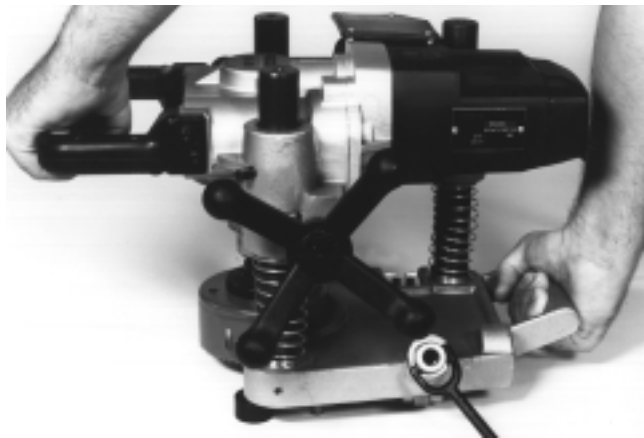

Figura 4 – Transporte de la HC-450
7. Levante la HC-450 empleando las manijas de transporte delantera y trasera. La manija trasera puede usarse con un sistema de cuerda y roldana cuando se trabaje perforando tubos ya instalados y que se encuentran elevados, más arriba de su cabeza. (Vea la Figura 4.) No levante la HC-450 más arriba de sus hombros. (Figura 5)